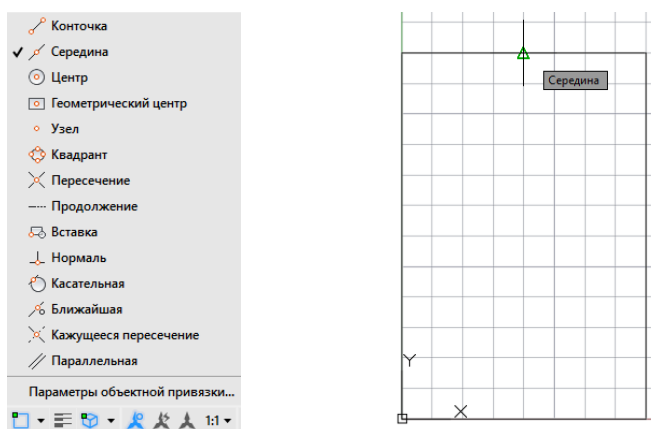
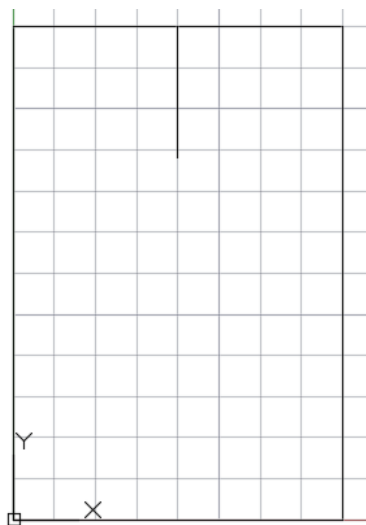

Рисунок 9 – Объектная привязка "Середина"
Рисунок 10 – Создание отрезка 32 мм с помощью привязки "Середина"
3.5 Из верхнего основания прямоугольника на стороне 80 мм с помощью объектной привязки "Середина" (рисунок 9) строим отрезок вниз на 32 мм (рисунок 10).